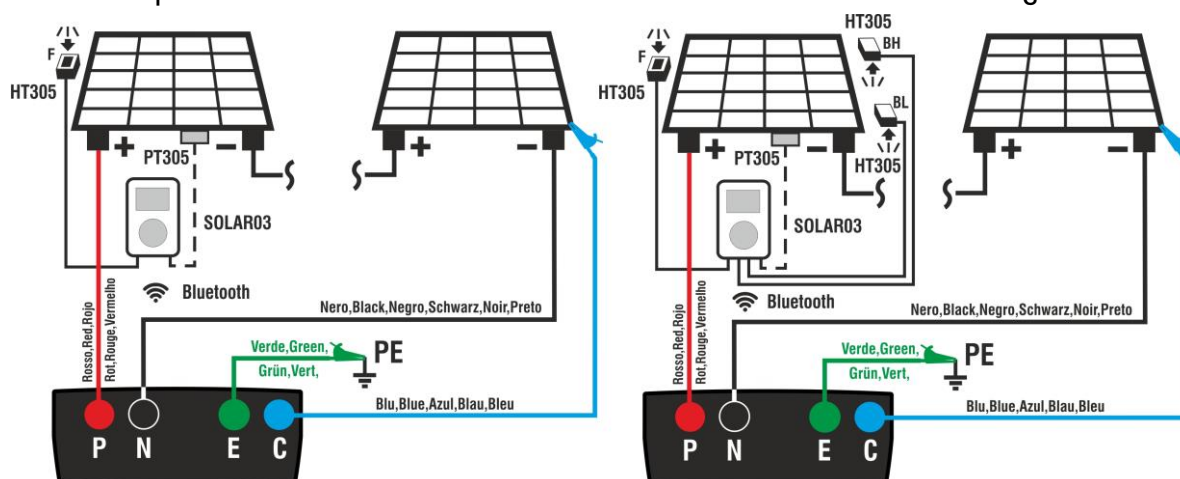

Fig. 11: Conexión con unidad remota SOLAR03 sobre módulos Monofaciales y Bifaciales
- Conecte el instrumento al módulo/string en pruebas y eventualmente al nodo principal de tierra de la instalación y a las masas metálicas puestas a tierra como se muestra en Fig. 11. En particular:
- **En el caso de módulos Bifaciales** → posicione las **3 células de referencia HT305** sobre el plano frontal del módulo (**F**), sobre la parte superior trasera (**BH=BackHigh**) y sobre la parte inferior trasera (**BL=BackLow**) del módulo. Conecte la célula de referencia frontal (F) en la entrada “**INP1**”, la célula de referencia BH en la entrada “**INP2**”, la célula de referencia BL en la entrada “**INP3**” y **eventualmente** la sonda de temperatura **PT305** en la entrada “**INP4**” de la unidad remota
9. Sitúe la unidad remota en cercanía de los módulos y conecte las sondas de irradiación/temperatura como se muestra en la Fig. 11. **Con el registro sobre la unidad remota a través de SOLAR03 ya no es estrictamente necesario el mantener la conexión Bluetooth.** El conexionado permitirá solamente poder tener inmediatamente el resultado de la prueba sin esperar a terminar la sesión de medidas